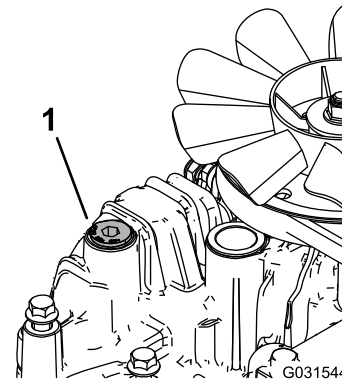

Figure 72
11. Dévissez le bouchon d'aération sur chaque transmission pour qu'il soit desserré et ballotté (Figure 72).